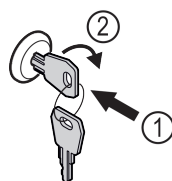

Fig. 171
- Vstavite ključ Fig. 171 (1).
- ▶ Ključ obrnite v smeri urnih kazalcev za 90° Fig. 171 (2).